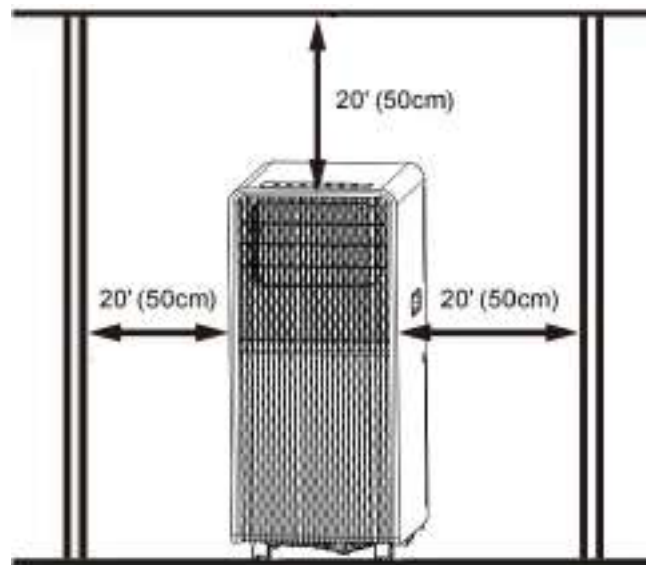

Fig. 3
- Um aparelho de ar condicionado móvel deve ser instalado num local plano e vazio a toda a volta. Não bloquear a saída de ar e a distância necessária à sua volta deve ser de, pelo menos, 50 cm (ver Fig.3)
1. O aparelho de ar condicionado de extração deve ser instalado num local plano e vazio a toda a volta. Não bloquear a saída de ar e a distância necessária à sua volta deve ser de, pelo menos, 50 cm (ver Fig.3)